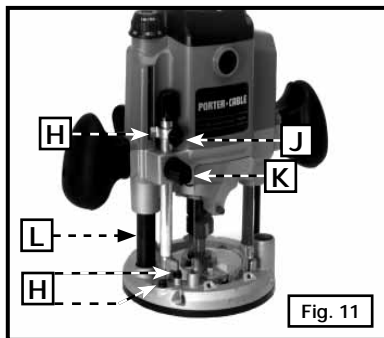
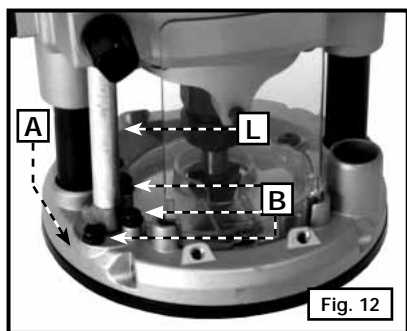

Fig. 11
Fig. 12
1. Desserrez la poignée de verrouillage (K), Fig. 11 de la barre profonde, et la poignée (J), Fig. 11 de l'indicateur de profondeur pour permettre à la barre de profondeur (L), Fig. 11 de toucher l'une des butées de profondeur (M), Fig. 11. D'habitude, la passe la plus profonde se règle avec la barre de profondeur reposant sur la partie moulée de l'embase (A), Fig. 12. Les trois butées réglables (B), Fig. 12 peuvent être réglées à n'importe quelle profondeur, ce qui permet d'échelonner les passes sans surcharger le moteur et/ou d'usiner à des profondeurs différentes si nécessaire pour un travail particulier.
3. Serrez le bouton de blocage de la tige de profondeur (K) Fig. 11.